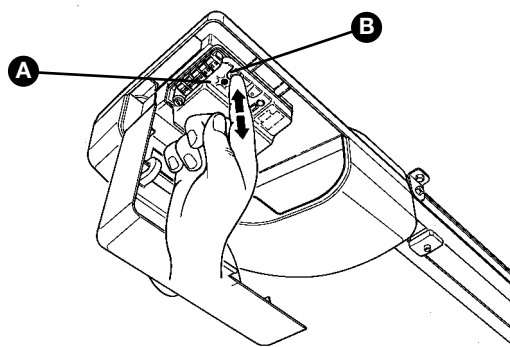

Figura 85
- 1** Premere il tasto P1 (Figura 85) sulla centrale un numero di volte pari al comando desiderato, secondo la seguente tabella: